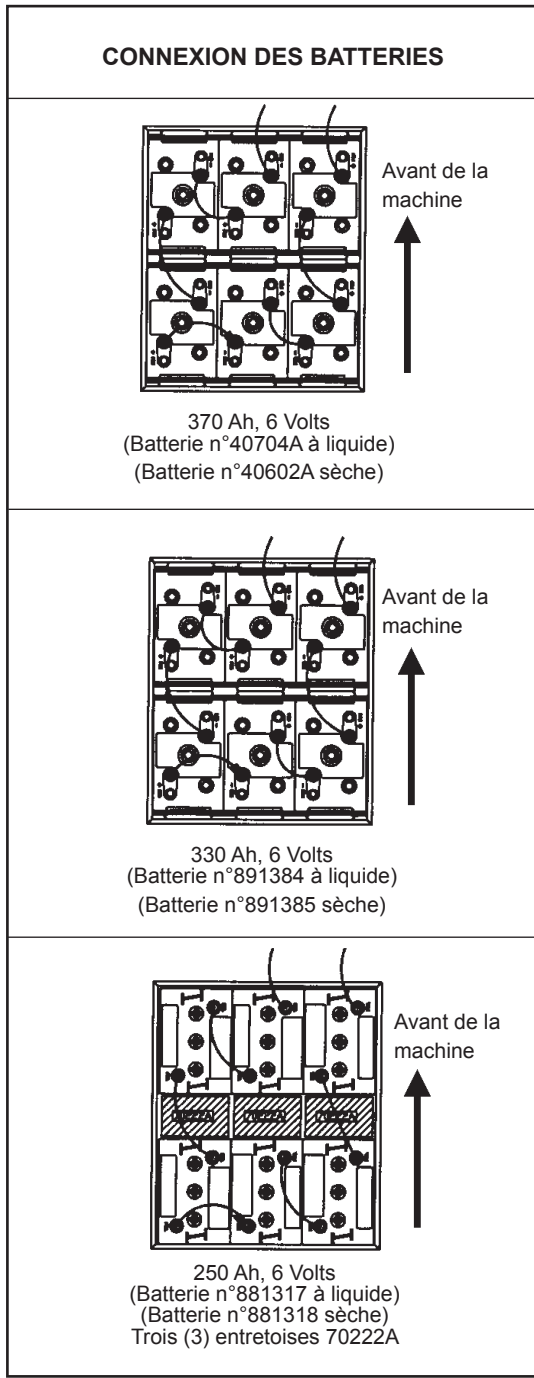

Figure 3
Les batteries sont placées dans le compartiment des batteries situé sous le siège et sous le réservoir de récupération (figure 3). La machine utilise six batteries de 6 volts. Elles doivent être manipulées à l'aide d'un équipement de manutention adapté au poids et au système de coupleur. Pour l'entretien et la recharge quotidienne des batteries, il est nécessaire de suivre toutes les instructions données par le constructeur.
Suivez les étapes suivantes pour installer les batteries (voir figure 3) :
5. Mettez les batteries en place et connectez les câbles de batterie comme indiqué dans la figure 3.